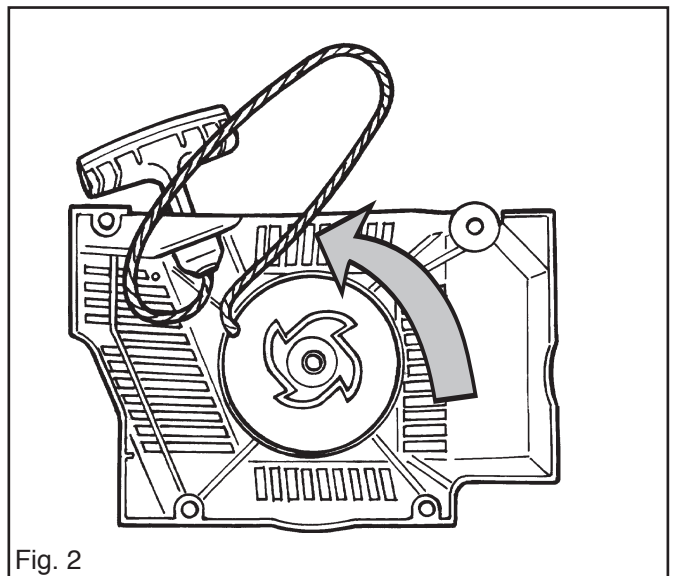

Fig. 2
2. Tirer la poignée de 20-30 cm et prendre la corde dans l'évidement de la poulie du lanceur. Voir fig. 2.
6. Retirer la bougie et monter la butée de piston dans le trou de la bougie. Voir fig. 2.